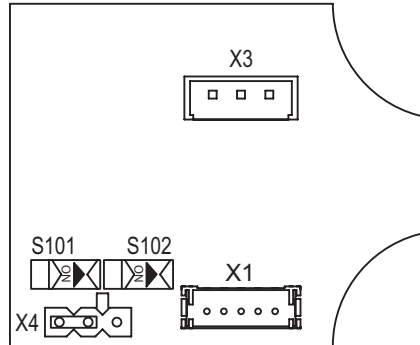

Abbildung 7: Übersicht Auswerteeinheit BIS L-409-...
- IO-Link-Betrieb, Jumperstellung wie in Abbildung 7 dargestellt (Werkseinstellung)